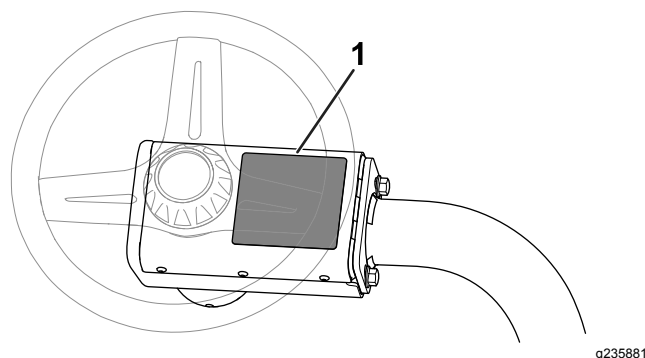

Figura 15
- Coloque la pegatina de advertencia CE (pieza n.º 136-8505) sobre la pegatina de advertencia existente (pieza n.º 136-8506); consulte la Figura 15.